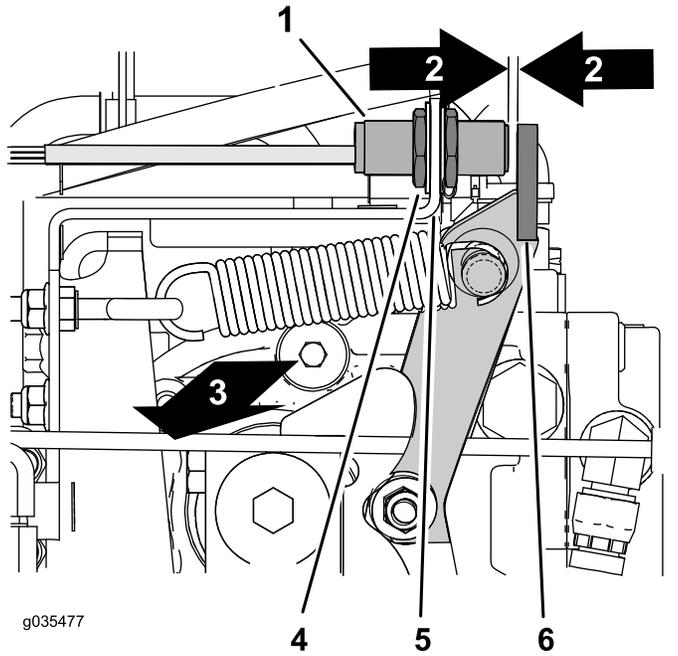

図 69
- A. 油圧ポンプの右上側にある近接スイッチを探し出す 図 69。
- B. 近接スイッチが曲がっていないこと、センサーの背中にあるランプが点灯していることを確認する 図 69。
1. 油圧ポンプの右上側にある近接スイッチを探し出す 図 69。
2. センサーブラケットの両端にあるジャムナットをゆるめる 図 69。
3. センサーの端とニュートラルアームのフランジとのすきまが 2.5-3.6 mm になるようにジャムナットで調整する 図 69。
4. ジャムナットを締める 図 69。